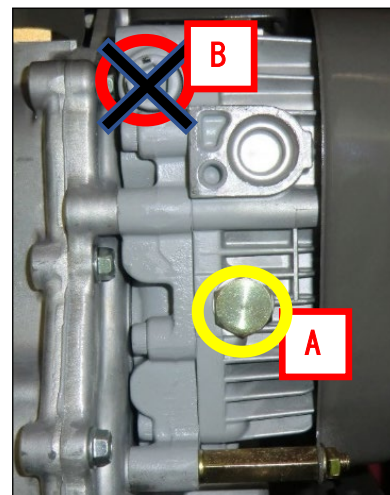

Figura 24
1. Coloque el recipiente adecuado debajo de la unidad HST para recoger el aceite y retire después el tapón de drenaje de aceite (A, Figura 24).
Nunca afloje el perno (B Figura 24). Lo mismo podría influir negativamente en el manejo de la máquina. Lo anterior se considera mal uso y la garantía no cubre los daños causados por mal uso.